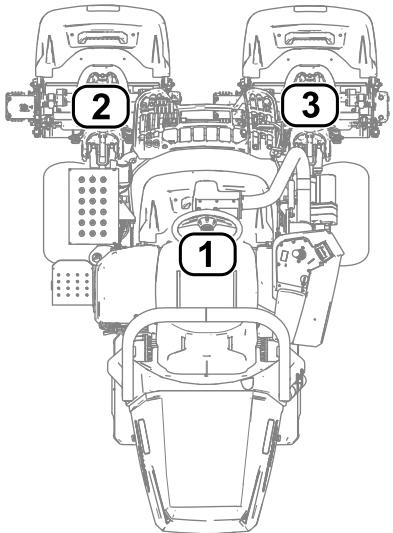

Bild 28
- 1 bezieht sich auf das mittlere Mähwerk (Bild 28)
- 2 bezieht sich auf das linke Mähwerk (Bild 28)
- 3 bezieht sich auf das rechte Mähwerk (Bild 28)